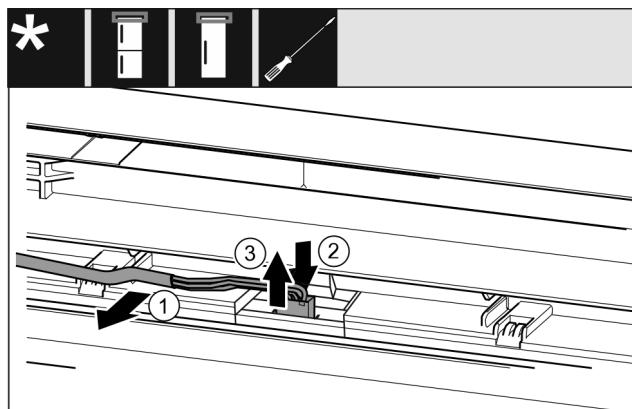

Fig. 20
- Осторожно высвободите серый кабель из направляющей в двери. Fig. 20 (1)
- Вдавите назад накладку за штекером. Fig. 20 (2)
- Осторожно вытяните штекер вверх. Fig. 20 (3)